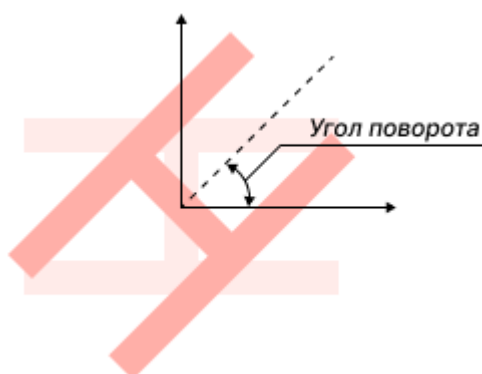

Рис. 176 Поворот апертуры
- Угол поворота – величина угла поворота горизонтальной осевой линии апертуры против часовой стрелки, значение может быть задано в диапазоне 0 – 359° с шагом 1°, см. Рис. 176.